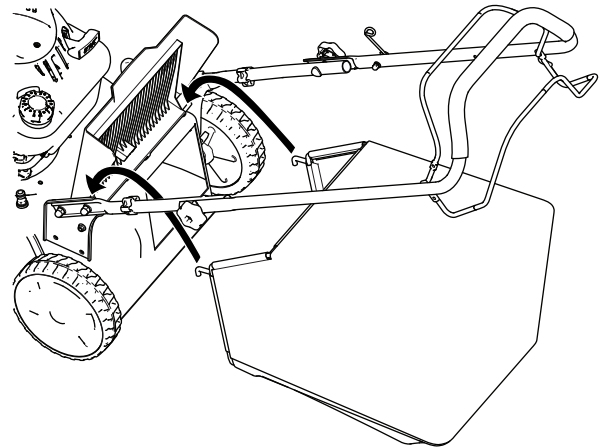

Bild 15
1. Heben Sie die Heckklappe an und halten Sie sie hoch (Bild 15).
2. Setzen Sie den Grasfangkorb ein, stellen Sie sicher, dass die Stifte am Fangkorb in den Kerben am Griff sind (Bild 15).